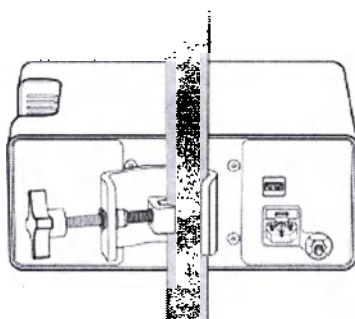

Рисунок 33. Закрепите
4. Убедитесь, что блок управления надежно закреплен на стойке и не может упасть (см. Рисунок 33).